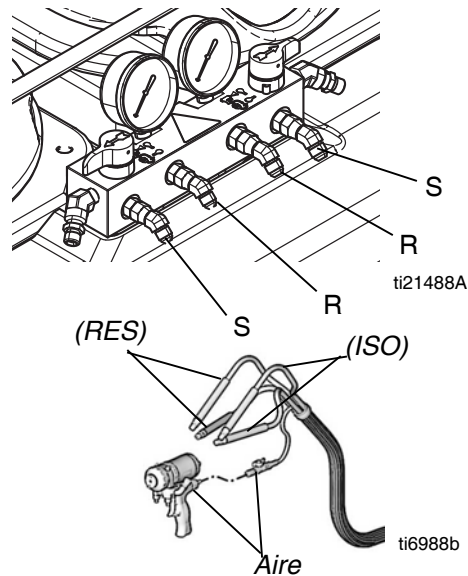

FIG. 5 Conexión de las mangueras de recirculación
1. Conecte las mangueras de suministro de fluido a las conexiones de las mangueras de salida (R, FIG. 5). Mangueras rojas para ISO, azules para RES. Los accesorios de conexión tienen diferentes tamaños para evitar errores al conectarlos. Conecte el otro extremo de las mangueras a las entradas ISO y RES de la pistola.